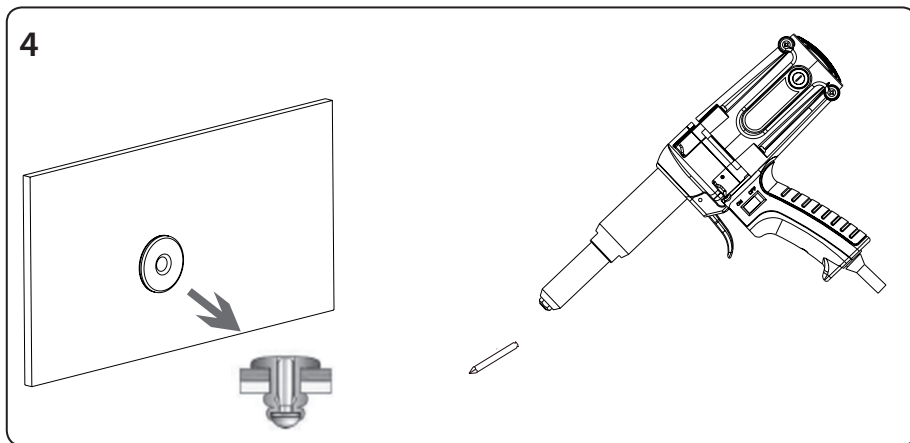

Abb.6
- d) Nach dem Lösen des Pistolenzugs wird der Niet zusammengedrückend abgerissen, der aus dem Pistolenzug freigesetzt wird, siehe Schritt 4, Abb. 6.